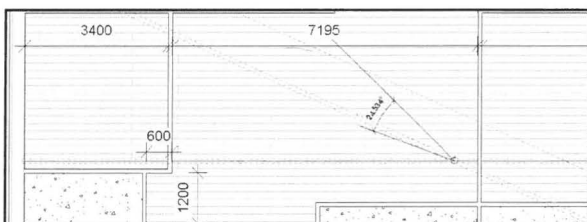

Fig. 07.25. Zoom ud, så midten af linien er synlig.
- Zoom lidt ud, så du kan se midten af den valgte linie (Fig. 07.25).
- Klik et sted på tegningen og før musen opad, så gradtallet på linien bliver synlig (Fig. 07.25).